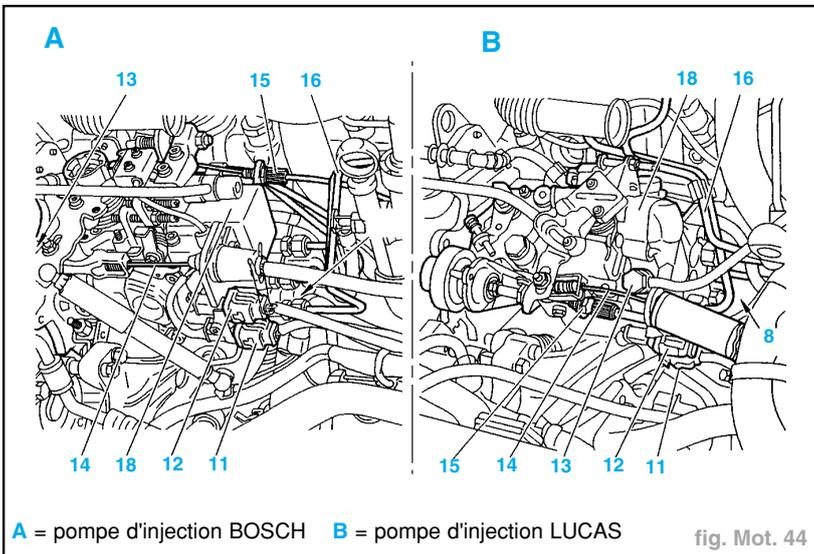

fig. Mot. 44
- Débrancher (fig. Mot. 44) :
- le connecteur (11),
- le connecteur (12).